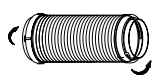
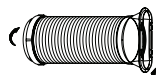

Fig.16
Fig.17
1. Installez l'adaptateur B d'échappement de la fenêtre dans le tuyau d'échappement comme indiqué sur la Fig.16 ou Fig.17. Consultez les pages précédentes pour l'installation de la languette de la fenêtre.